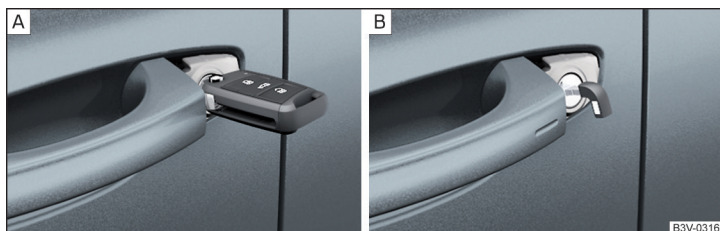

Fig. 349 Tirador en la puerta del conductor: Llave con el paletón de la llave extensible / llave de emergencia KESSY
- Con los vehículo con **dirección a la izquierda**, introduzca la llave con el paletón de la llave extensible **con las teclas hacia arriba** » fig. 349 - [A] en el bombín de cierre y desbloquee/bloquee el vehículo.
- En los vehículos con el **sistema KESSY**, introduzca la llave de emergencia con la manilla hacia abajo » fig. 349 - [B] en el bombín de cierre y desbloquee/bloquee el vehículo.